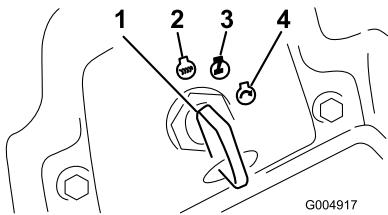

Figure 13
6. Tournez la clé dans le sens horaire en position de marche (Figure 13).
4. Tournez la clé de contact à la position contact coupé (Figure 13). Attendez l'arrêt de toutes les pièces en mouvement avant de quitter la position de conduite.